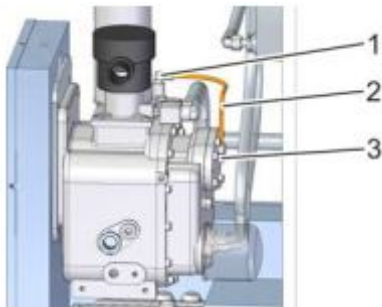

Рис. 44: Трубопровод для отведения охлаждающей жидкости
5. ➤ Отсоедините трубопровод для отведения охлаждающей жидкости (Рис. 44/2) от масляного сепаратора (Рис. 44/1) и ступени компрессора (Рис. 44/3).
6. ➤ Прочистите трубопровод для отведения охлаждающей жидкости (Рис. 44/2) и насадку, при необходимости замените оригинальными запчастями (↪ Приложение D «Перечень запчастей» на стр. 79).
7. ➤ Снова установите насадку и трубопровод для отведения охлаждающей жидкости (Рис. 44/2) на место и затяните винты.